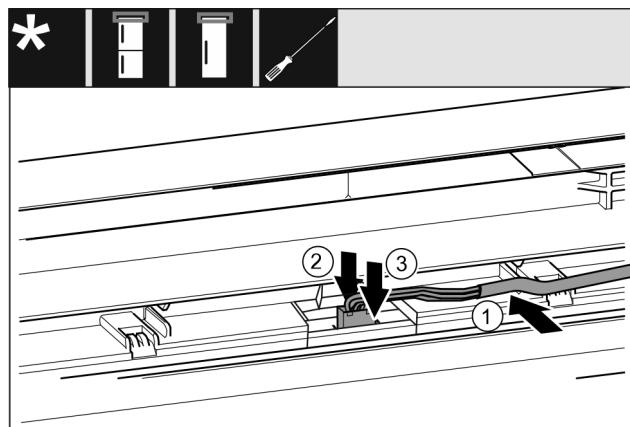

Fig. 42
- Graues Kabel in die Führung in der oberen Tür einlegen. Fig. 42 (1)
- Rastnase nach hinten drücken Fig. 42 (2)
- Stecker einrasten. Fig. 42 (3)